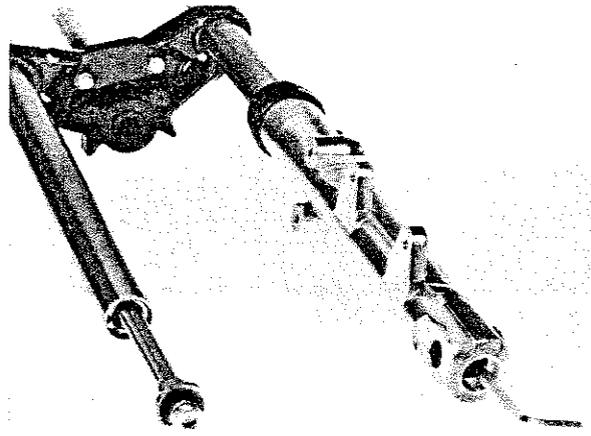

Fig. 208
- 12) Svitare la brugola posta nella cavità all'estremo inferiore di ciascun scorrevole: sarà possibile sfilare questi ultimi dagli steli (Fig. 208).
- 12) Undo the Allen bolt at the bottom end of each fork leg; the lower fork legs can then be removed from the stanchions (Fig. 208).